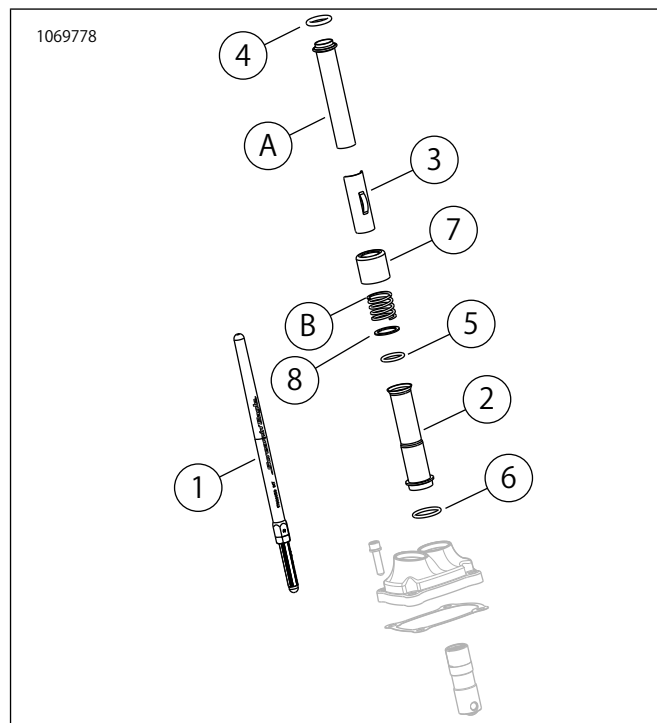
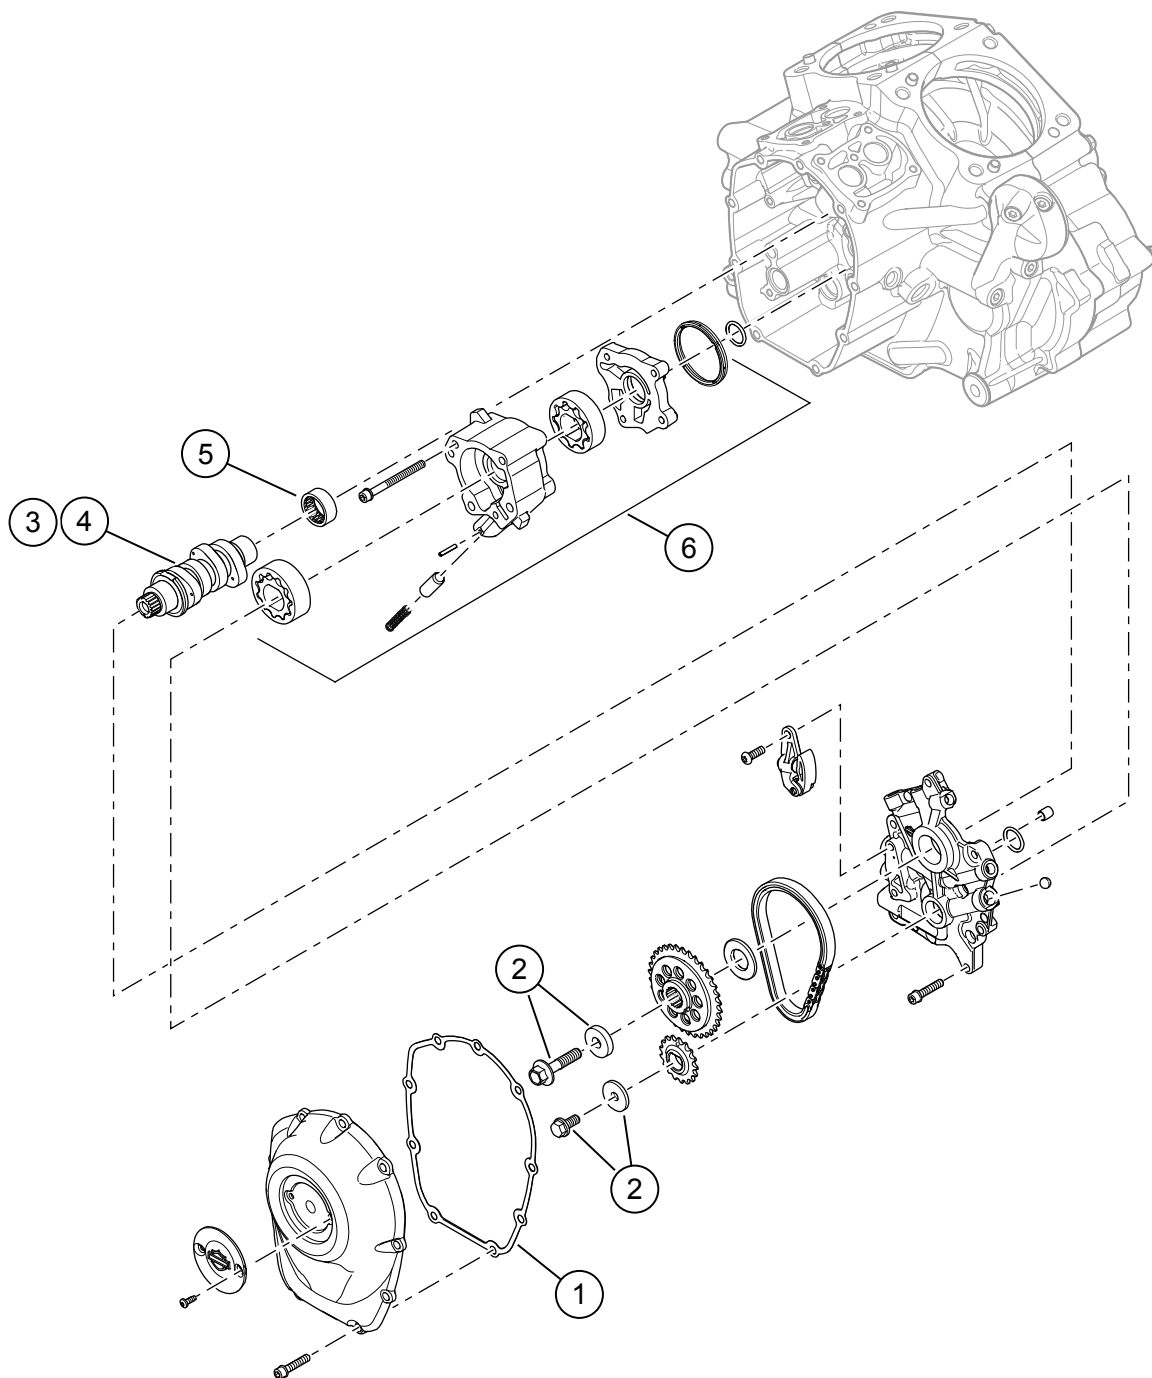

図3。交換用パーツ
図4。交換用パーツ:Screamin' Eagle Milwaukee-eightステージ2キット
「」を参照 図3を 図4、および表2を 表3。
1. 図4を参照してください。オイルポンプを取り付けます。サービスマニュアルの「エンジン」を参照してください。